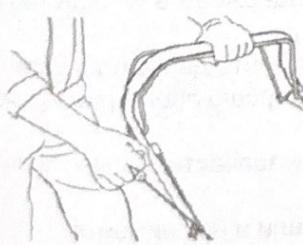

Рис. 18
- Потяните тормозную рукоятку к ручке и удерживайте ее в таком положении при запуске двигателя. Держите ее сжатой во время работы (рис. 18).
- Потяните тормозной рычаг к рукоятке управления и потяните ручку ручного запуска для того, чтобы запустить двигатель (рис. 18)